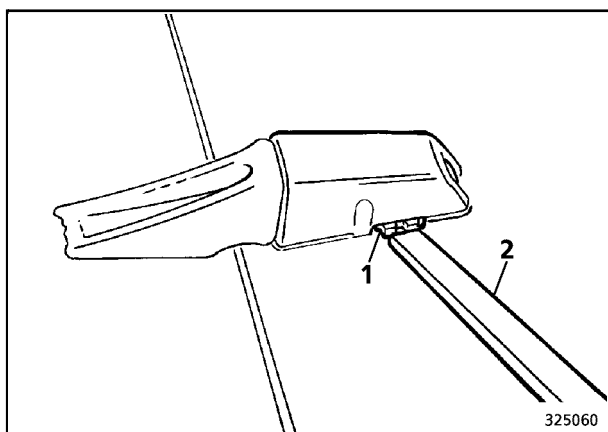

Fig. 1
- Expulsar el seguro de diente (1, Fig. 1) utilizando un objeto plano apropiado de metal suave o de madera dura (2).